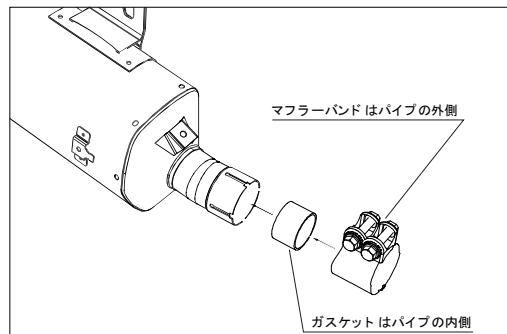

図.1
- ① マフラーのテールパイプにガスケットを入れます。
- ② マフラー差し込み部にガスケット及びマフラーバンドを取り付けて下さい。(図 1)※締めすぎに注意。